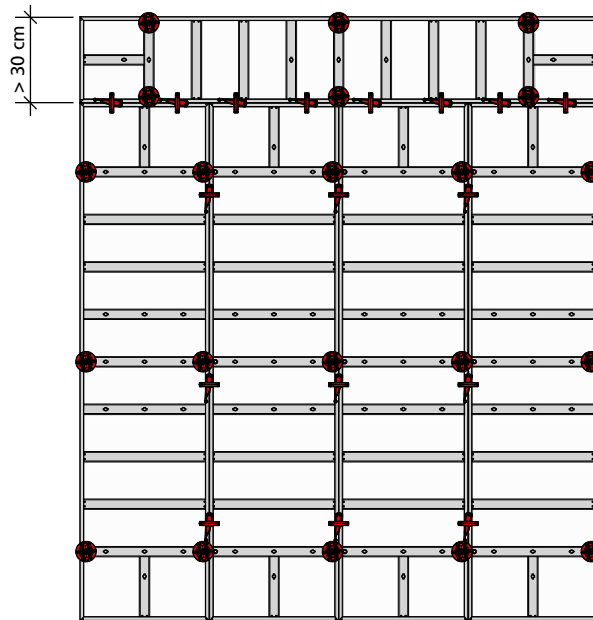

Abb. 34.1
■ Ist die Elementbreite der Aufstockung größer 30 cm, müssen alle Ankerstellen bedient werden (Abb. 34.1 und 34.2).